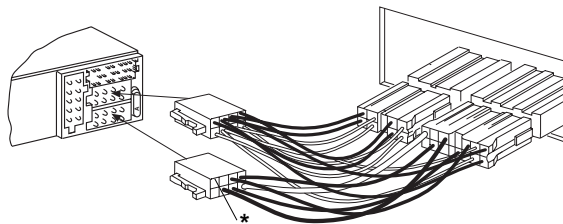

Fig.3
Wanneer uw radioaansluiting in de auto reeds door de fabriek is gezekeerd met een zekering van 10A, (zie de gebruiksaanwijzing of de zekeringkast van uw auto), heeft u nog de voor het **autotype specifieke adapterkabel** nodig (zie fig. 3).
- Aansluiting voeding op typespecifieke stekker. .... fig.3